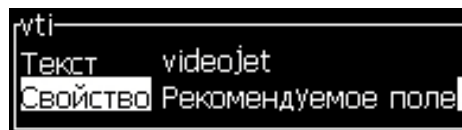

Рисунок 5-26: Атрибут-добавление изменяемого поля
- 4 Нажмите кнопку *“Enter”* (ввод) для открытия диалогового окна конфигурации текстовых пользовательских полей (Рисунок 5-26).